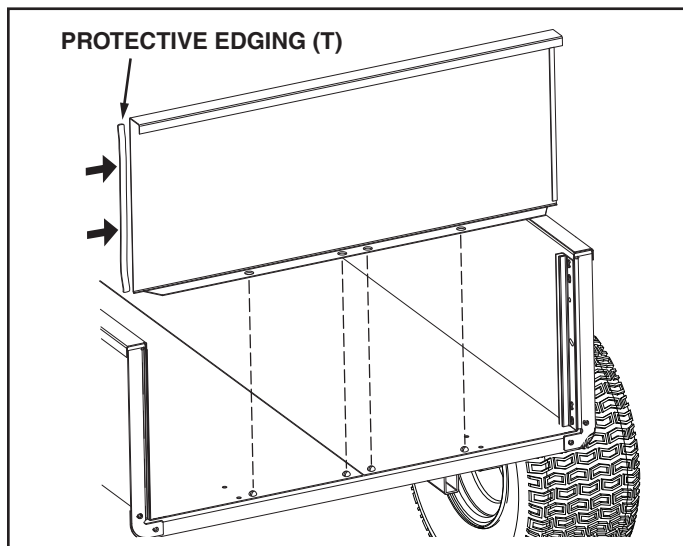

FIGURE 13
- Press the protective edging (T) strips onto the ends of the tailgate. See figure 13.
- Slide the tailgate down into the tailgate guides so that the holes in the bottom of the tailgate fit over the screws in the bottom of the cart bed. See figure 13.
26. Mettre la bordure protectrice (T) en place sur les extrémités du hayon. Voir la figure 13.
27. Mettre le hayon (7) en place dans ses guides de sorte que les tours en bas du hayon s'alignent avec les vis dans le fond du chariot. Voir la figure 13.